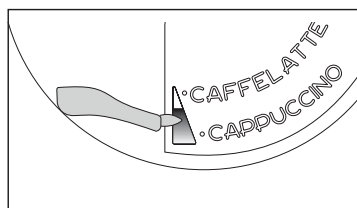

Fig. 41
- Positionnez le régulateur de mousser à lait (C1) entre les mots CAPPUCCINO et CAFFELATTE imprimés sur le couvercle du récipient à lait. La quantité de mousse peut être réglée en déplaçant le régulateur vers le mot CAFFELATTE pour une mousse plus dense. Son déplacement vers le mot CAPPUCCINO permet d'obtenir une mousse moins dense (Fig. 41).